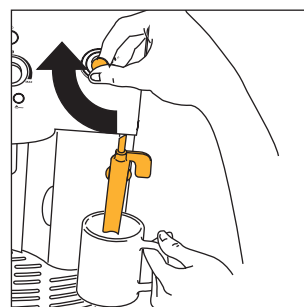
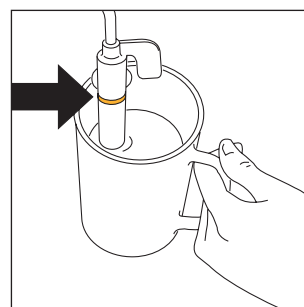

Fig.23
Fig.24
- Sänk ner cappuccinoröret i behållaren med mjölk (fig. 23). Se till att inte doppa ner cappuccinoröret längre än till markeringen (vid pilen i fig. 24). Vrid ångreglaget ett halvt varv motsols (akta så att du inte bränner dig). Ur cappuccinoröret kommer det ånga som ger mjölken ett krämigt utseende och ökar dess volym. Doppa ner cappuccinoröret i mjölken och låt behållaren rotera med långsamma rörelser nedifrån och upp för att få ett fylligare skum. (Mata inte ut ånga under längre tid än 2 minuter).